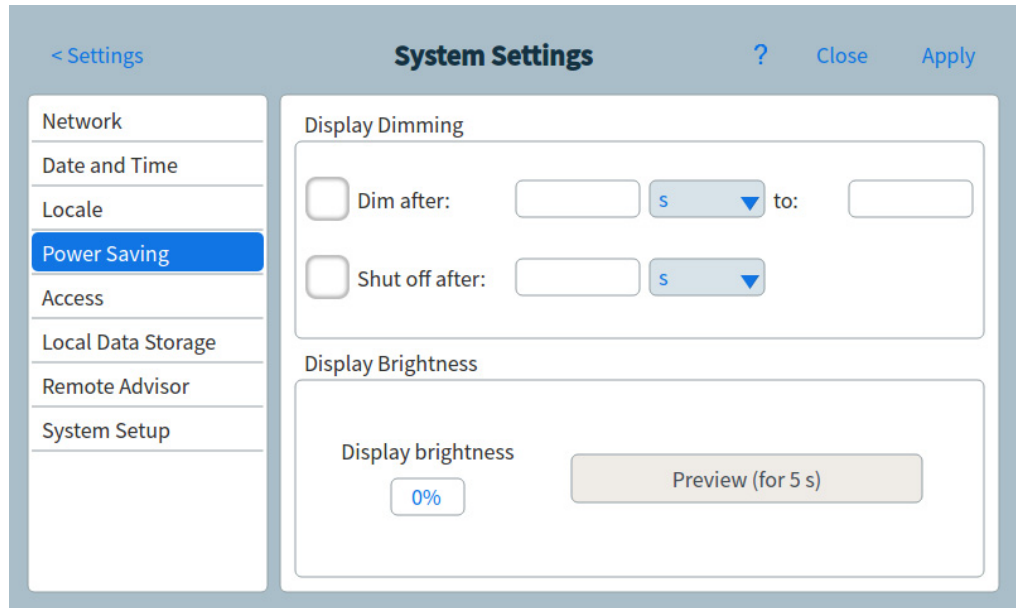

Figura 44 Página de ahorro de energía
- 1 En la página System Settings, pulse el botón de selección de página **Power Saving**. Se abrirá la página ahorro de energía. Consulte Figura 44.